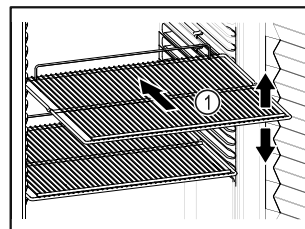

Fig. 59 Näitlik kujutis
- ☐ Kui hoiurestid Fig. 59 (1) on teiseldatavad, siis kohandage olenevalt kõrgusest.